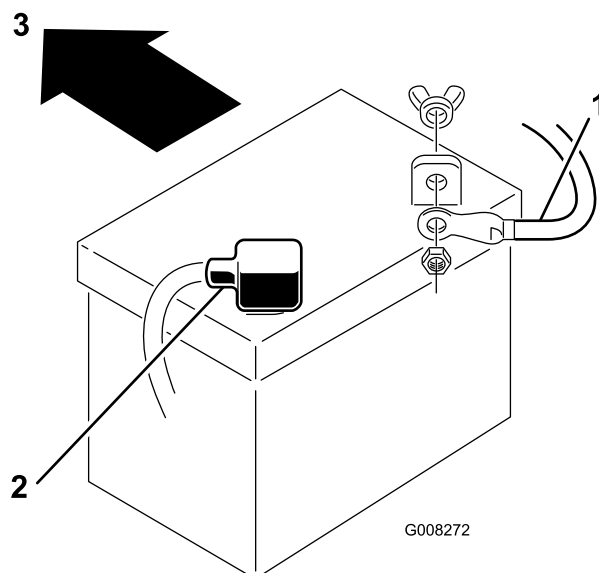

Figure 30
7. Débranchez le câble négatif (noir) de mise à la masse de la borne de la batterie (Figure 30).
9. Débranchez le câble positif (rouge) de la borne de la batterie (Figure 30).
1. Placez la batterie sur le châssis, en dirigeant les bornes vers l'arrière de la machine (Figure 30).
3. Connectez le câble positif (rouge) à la borne positive (+) de la batterie à l'aide du boulon et de l'écrou à oreilles (Figure 30). Glissez le capuchon en caoutchouc sur la borne de la batterie.
4. Connectez le câble négatif (noir) à la borne négative (-) de la batterie à l'aide du boulon et de l'écrou à oreilles (Figure 30). Glissez le capuchon en caoutchouc sur la borne de la batterie.